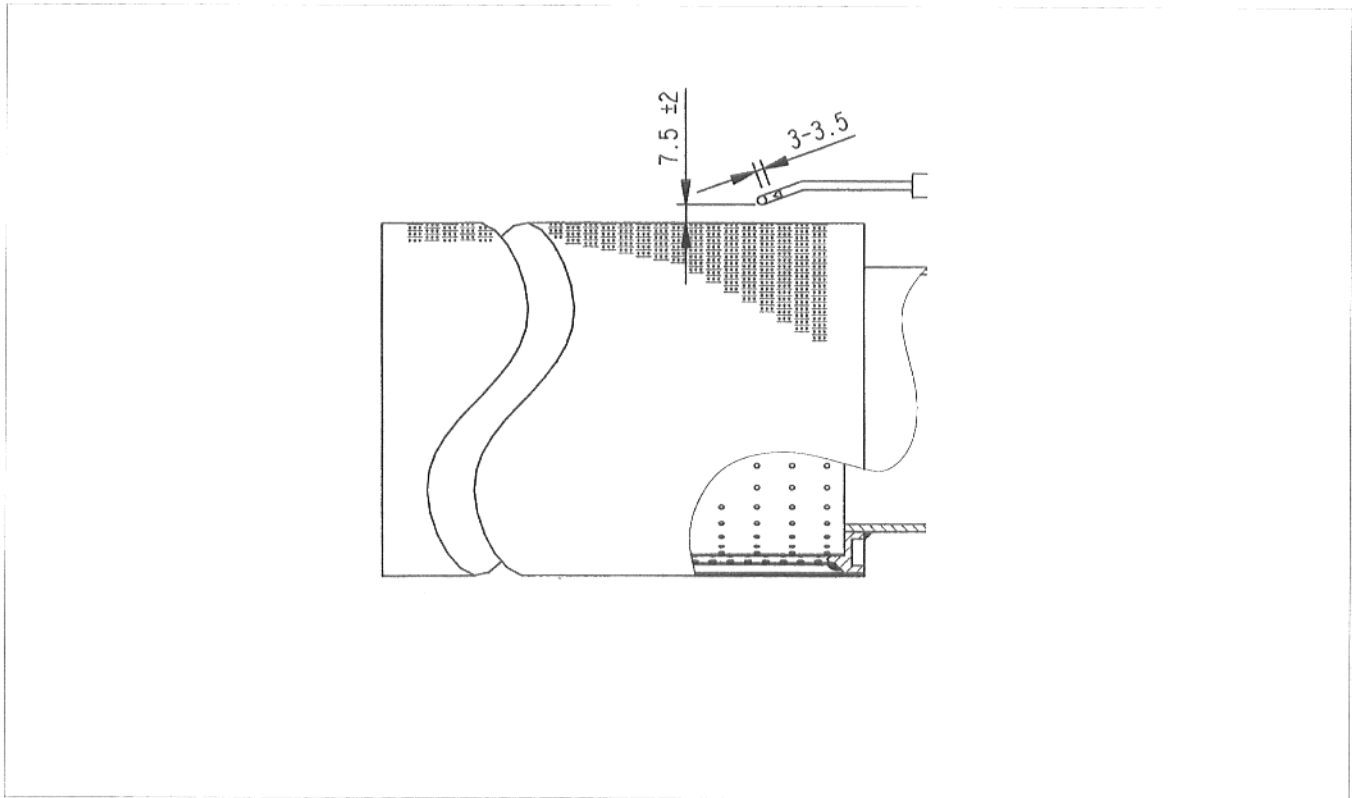

Abb. 22: Brennerstab
- Der Elektrodenabstand ist nach den Maßen in Abb. 22, S.22 zu überprüfen. Stimmt der Abstand nicht, ist er zu korrigieren ggf. die Elektrode(n) auszutauschen.